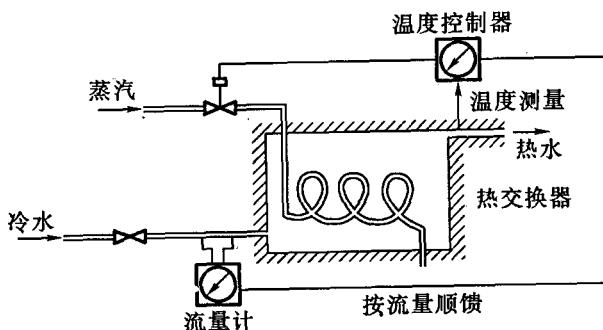

图 1-15 题 1-9 水温控制原理图
**1-9** 图 1-15 所示为水温控制示意图。冷水在热交换器中有通入的蒸汽加热,从而得到一定温度的热水。冷水流量变化用流量计测量。试绘制系统方块图,并说明为了保持热水温度为希望值,系统是如何工作的?系统的被控对象和控制装置是什么?